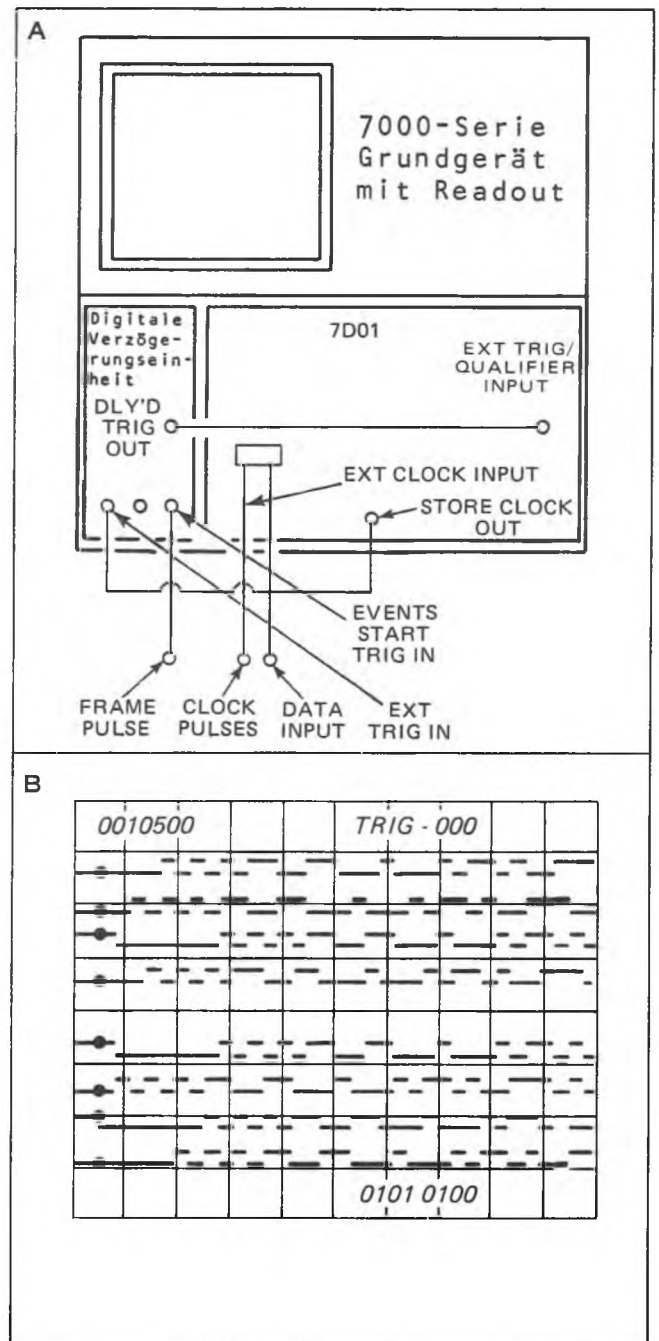

Abb. 9: Verzögerungsereignisse so eingestellt, daß hinter dem 10.500-dersten Clockimpuls liegende Daten dargestellt werden
1. Erstellen Sie den in Abb. 9 A gezeigten Testaufbau.
(Vgl. Abb. 9 B).